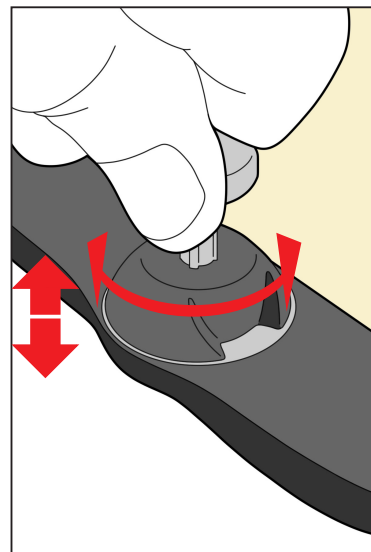

Fig. 7
1. Vrid varje stift på den anteriora termoplastmasken till önskad mellanläggshöjd; 2 mm rekommenderas (markeringar finns med 0,5 mm mellanrum) (Fig. 7).